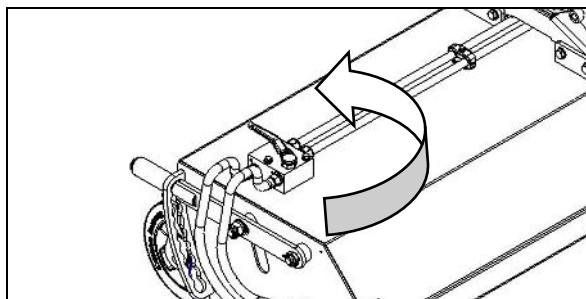

Fig. 4.9
- Stoppe til sidefejemaskinens hydrauliske motor (fig. 4.9)